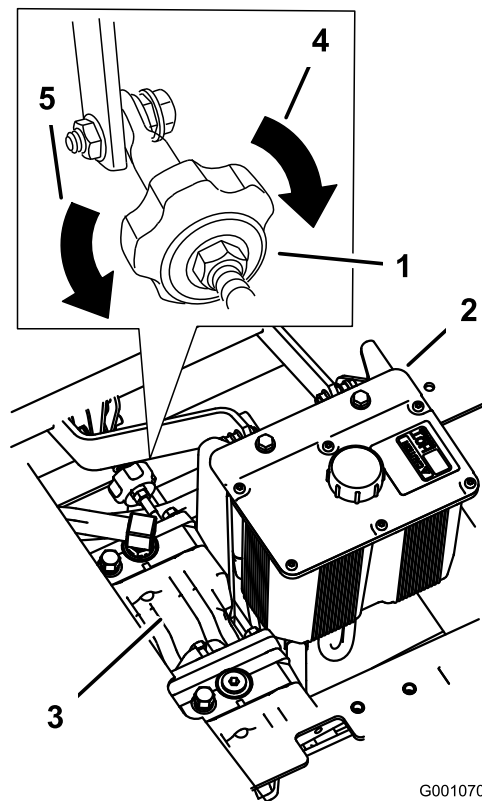

Figura 101
2. Ajuste o comprimento da barra da bomba rodando o manípulo, na direção adequada, até que a roda fique parada ou a rodar ligeiramente para trás (Figura 101).